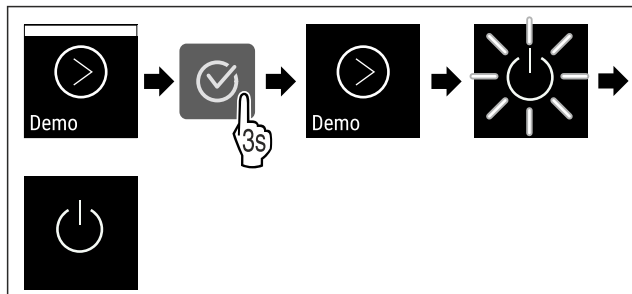

Fig. 101
- ▶ Suorita toimenpidevaiheet (katso Fig. 101).